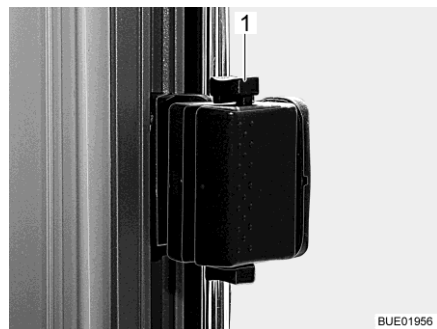

Fig. 75 Fenêtre coulissante, verrouillée
- Pousser le verrou (Fig. 75,1) vers le bas.